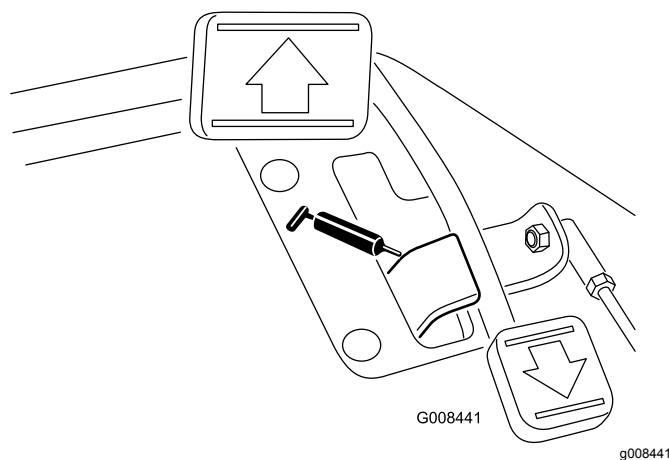

Figure 31
- Pivot de pédale de déplacement (1) (Figure 31)